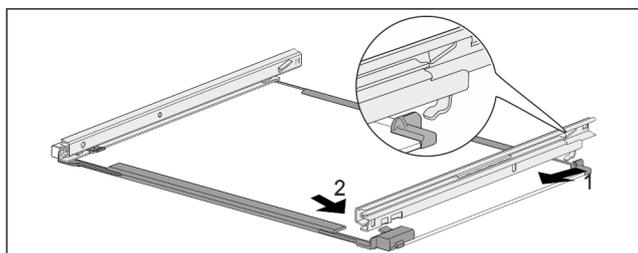

Fig. 108 Ripiano in vetro con guide
- Agganciare la guida sul lato posteriore. Fig. 108 (1)
- Innestare la guida sul lato anteriore. Fig. 108 (2)